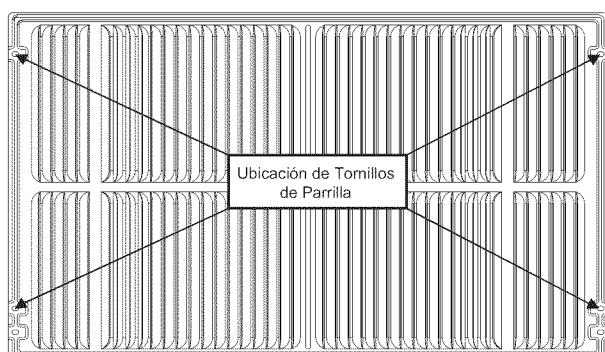

Fig. 2
4. Si la unidad no ha sido pre-perforada (en algunos modelos), perfore con cuidado 4 agujeros de 1/8" a través de la parrilla y hacia la pestaña lateral de la unidad aproximadamente 1½" a 2" de la parte superior e inferior, como se observa en las Figs. 2, 3.